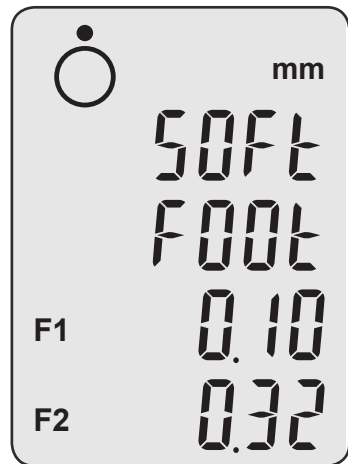

Abb. 28 Kippfuß-Anzeige
3. Durch gleichzeitiges Drücken von + und – wird der Kippfuß-Modus geöffnet. Text “Kippfuß” (“Soft Foot”) wird jetzt, wie in Abbildung 28 dargestellt, auf dem Bildschirm angezeigt.